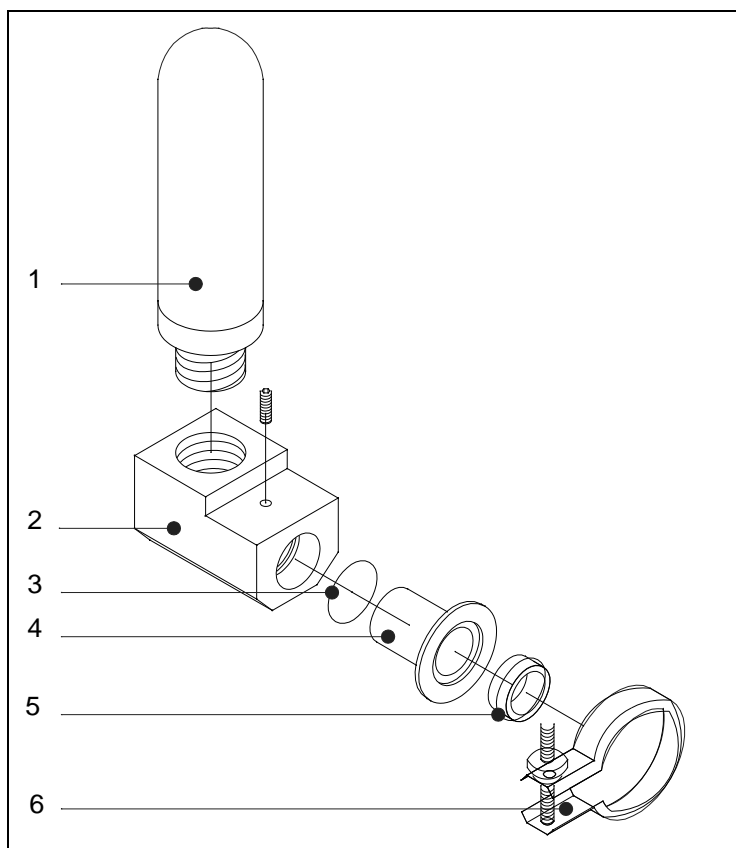

Fig. 9-3 Remplacer le silencieux
- Dévisser le silencieux de l'adaptateur de liaison, remplacer le par un nouveau et visser de nouveau. (Voir Fig. 9-3/1).